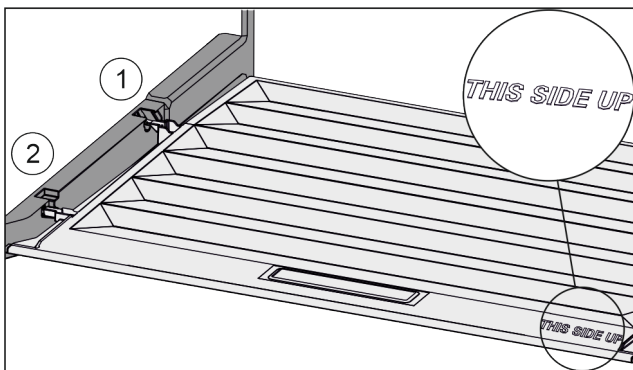

Fig. 28
- ▶ Introduire les rainures du couvercle par l'orifice du support arrière Fig. 28 (1) et les enclencher à l'avant dans le support Fig. 28 (2).